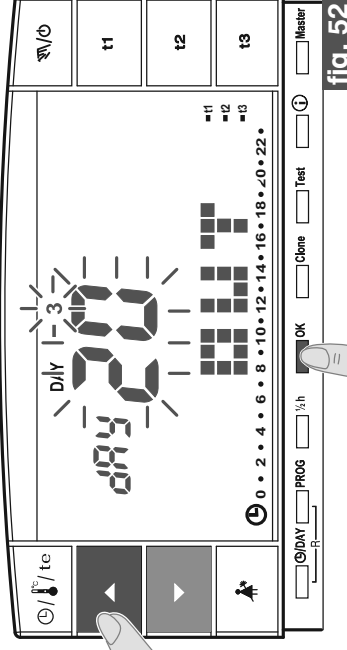

fig. 52
- Confirmar pulsando la tecla OK (fig. 52).